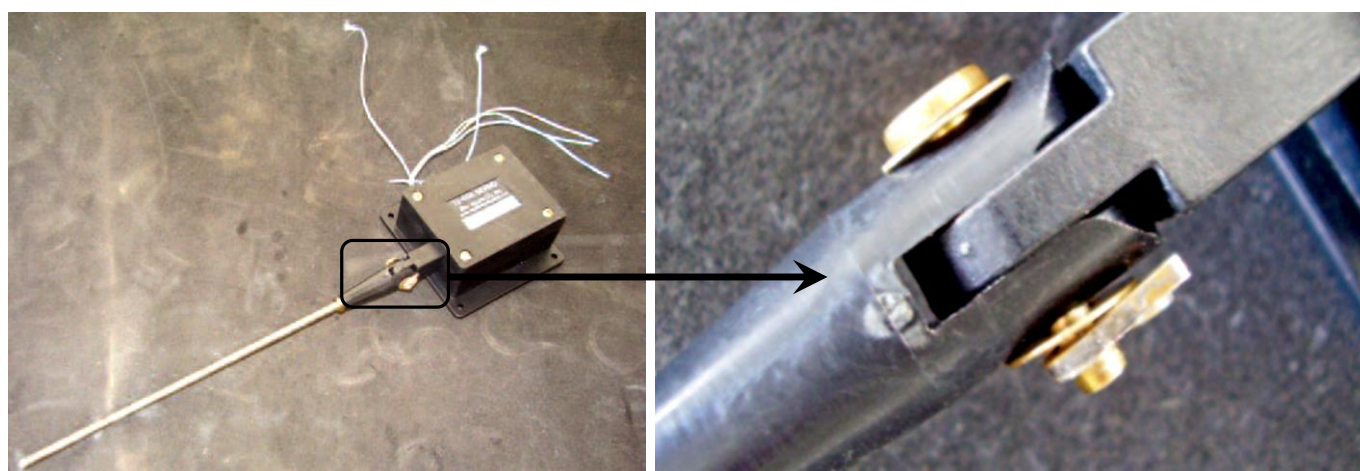

Figura 27.30.15 – Fixação da haste no servo
8. Instalar um dos terminais da haste no terminal do servo conforme figura 27.30.15. Utilizar um alicate de bico.